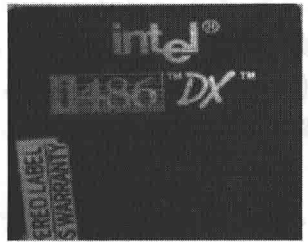

图 1-6 80486
- 1989 年,32 位的首款采用精简指令集(RISC) 80486 微处理器产生,如图 1-6 所示。